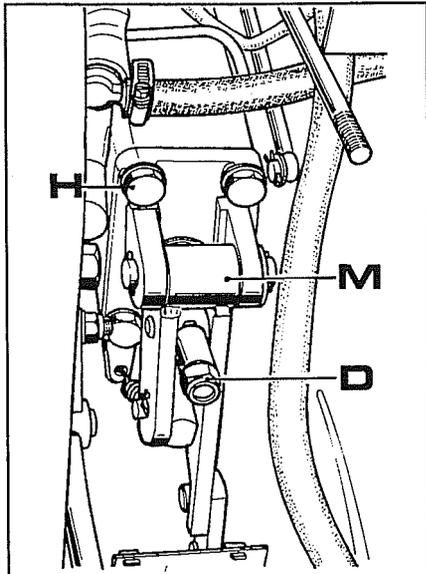

Fig. 10
- 2 Quitar la tuerca D fig.10, luego quitar la transmisión M desenroscando los tornillos H.